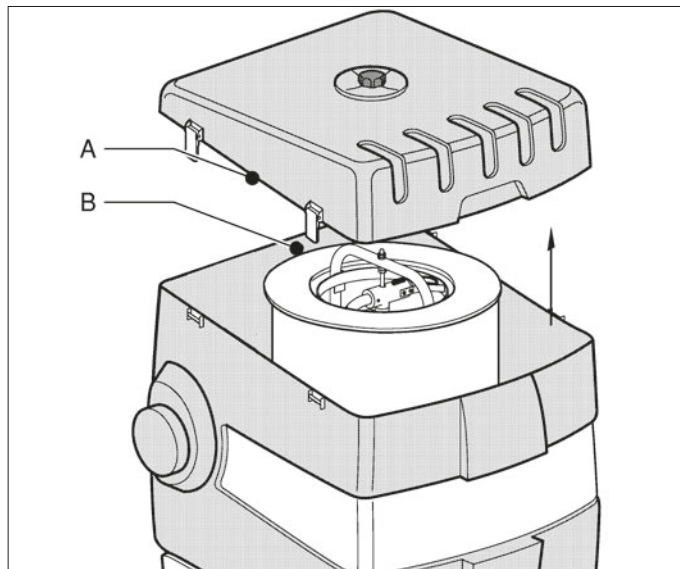

Fig. 6.1
- Neem de filterkap (Fig. 6.1 A) af door het losdraaien van de sterknop en het losnemen van de vier beugelsluitingen.
- Neem het filter (Fig. 6.1 B) uit. Aanbevolen wordt het filtercompartiment te reinigen met een industriële stofzuiger.